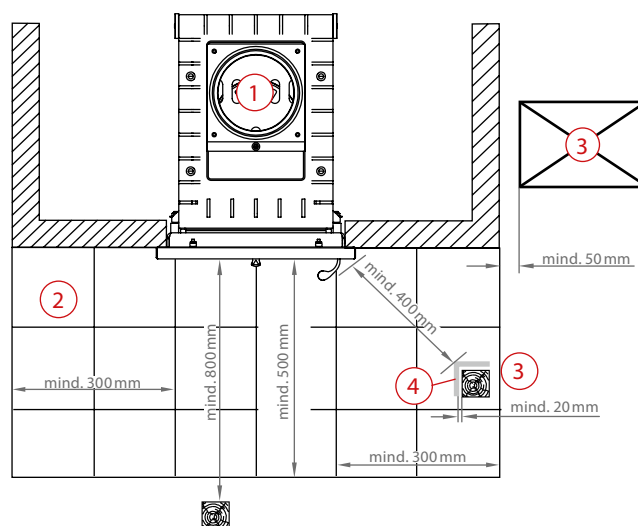

Abb. 6.5
Vor der Feuerraumöffnung sind Fußböden aus brennbaren Baustoffen durch einen Belag aus nicht brennbaren Baustoffen zu schützen. Der Belag muss sich nach vorne um mindestens 500 mm und nach der Seite um mindestens 300 mm über die Frontplatte hinaus erstrecken (Abb. 6.5).
Von der Feuerraumöffnung müssen nach vorn, nach oben und zu den Seiten mindestens 800 mm Abstand zu Bauteilen aus brennbaren Baustoffen oder brennbaren Bestandteilen sowie zu Einbaumöbeln eingehalten werden; bei Anordnung eines auf beiden Seiten belüfteten Strahlungsschutzes genügt ein Abstand von 400 mm. Dabei muss der belüftete Abstand des Strahlungsschutzes mindestens 20 mm betragen (Abb. 6.5).
- Von den freien Außenflächen der Verkleidung zum Aufstellraum müssen mindestens 50 mm Abstand zu brennbaren Baustoffen (Abb.6.5) oder brennbaren Bestandteilen und zu Einbaumöbeln gehalten werden.